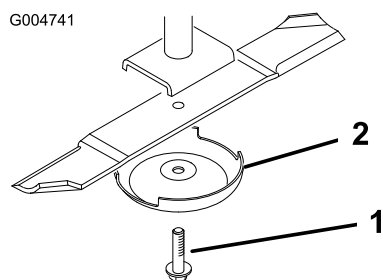

Figura 88
3. Retire o parafuso da lâmina, o recipiente antidanos e lâmina do eixo (Figura 88).